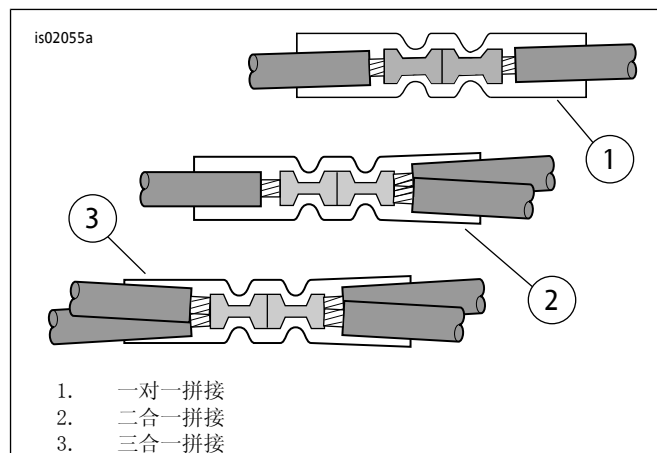
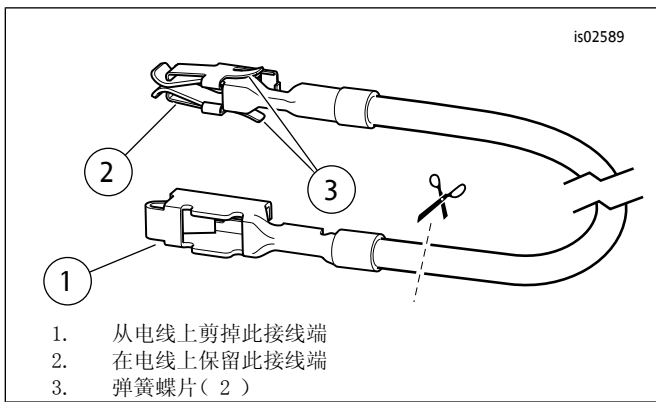
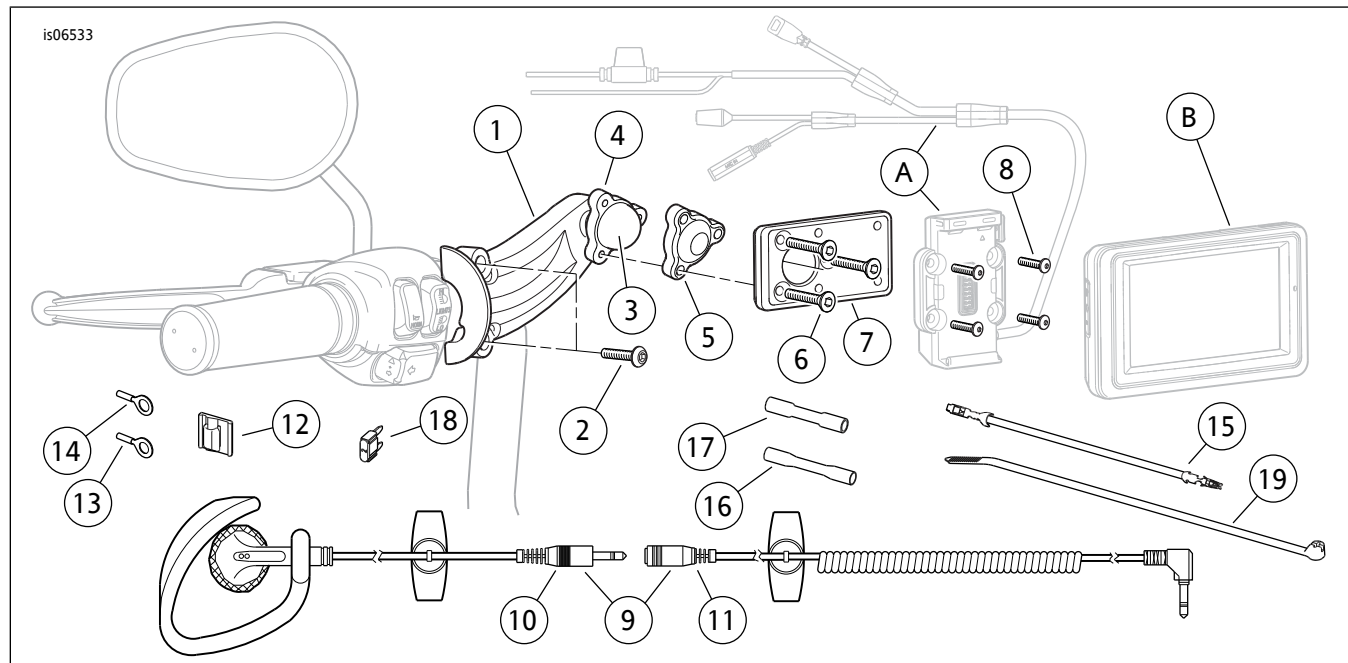

图6. 拼接配置
图7. 保险丝盒适配器电线(戴纳和软尾车型)
图16。维修零件，Road Tech Zumo 660和Zumo 665 GPS把手底座套件
4. 参见图16。从套件中取出密封拼接连接器(3)。参见图6:“二合一”拼接配置。遵循维修手册附录中的说明,将Zumo线束中的电源线拼接到主线束橙色/白色电线。
3. 参见图16。从套件中取出橙色/白色保险丝盒适配器电线(15)。注意电线每端的接线端(参见图7)。只有带有弹簧蝶片的接线端可安装到此保险丝盒中。小心地从电线上剪掉未使用的接线端并丢弃。
6. 参见图16。从套件中取出蓝色密封拼接连接器(17)。参见图6:“一对一”拼接配置。遵循维修手册附录中的说明,将Zumo线束中的电源线拼接到适配器电线。
3. 参见图16。从套件中取出蓝色密封拼接连接器(17)。参见图6:“二合一”拼接配置。遵循维修手册附录中的说明,将Zumo线束中的电源线拼接接到切断的橙色/白色电线。
3. 参见图16。从套件中取出橙色/白色保险丝盒适配器电线(15)。注意每一端的接线端(参见图7)。只有带有弹簧蝶片的接线端可安装到此保险丝盒中。小心地从电线上剪掉未使用的接线端并丢弃。
6. 参见图16。从套件中取出蓝色密封拼接连接器(17)。参见图6:“一对一”拼接配置。遵循维修手册附录中的说明,将Zumo线束中的电源线拼接接到适配器电线。
7. 参见图16。将套件中的2安保险丝(18)安装到“P&AIGN”保险丝空腔中,使该电路闭合。
3. 参见图16。从套件中取出蓝色密封拼接连接器(17)。参见图6:“二合一”拼接配置。遵循维修手册附录中的说明,将Zumo线束中的电源线拼接接到主线束橙色/白色电线。
3. 参见图16。从套件中取出蓝色密封拼连接器( 17 )。参见图6: “二合一” 拼接配置。遵循维修手册附录中的说明, 将Zumo线束中的电源线拼接到主线束橙色/白色电线。
- 参见图16。将Zumo线束中橙色/白色电线的多余部分剪掉。使用套件中的蓝色密封拼连接连接器( 17 ), 将橙色/白色电线拼接到步骤4中安装的适配器电线上。
- 参见图16。将Zumo线束中橙色/白色电线的多余部分剪掉。使用套件中的蓝色密封拼接连接器（19），将橙色/白色电线拼接到步骤4中安装的适配器电线上。
- 参见图16。从套件中取出蓝色密封拼接连接器（17）。参见图6：“二合一”拼接配置。遵循维修手册附录中的说明，将Zumo线束中的电源线拼接到主线束橙色/白色电线。